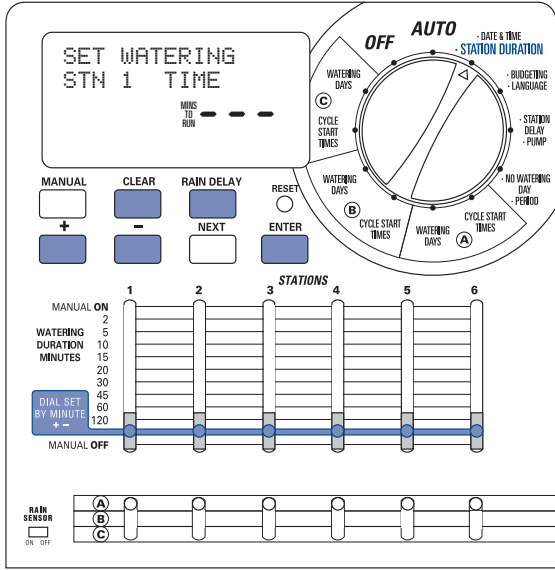

Figura 11: Funzione "Dial Set by Minute" (Selettore impostato in base ai minuti)
- Spostare l'interruttore Water Duration (**Durata irrigazione**) in posizione **DIAL SET BY MINUTE** (Selettore impostato in base ai minuti) per ciascuna stazione. Sul display viene visualizzata una barra bianca continua. [Vedere la Figura 11]